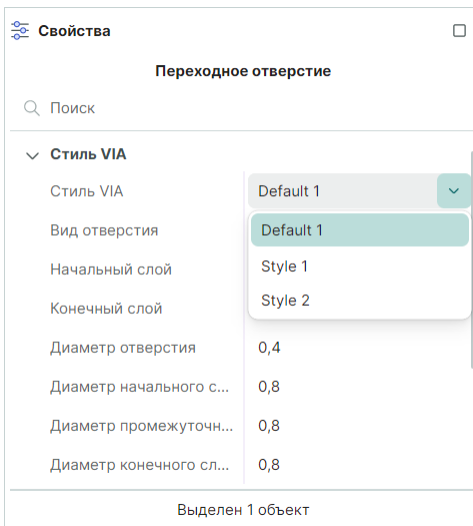

Рис. 180 Выбор стиля переходного отверстия
2. Выберите стиль ПО в панели «Свойства» → «Общие» → «Стиль VIA», см. Рис. 180. Выпадающий список отображается при нажатии на символ «▼», который расположен в правой части строки. Также смена стиля для размещаемого ПО возможна с помощью горячей клавиши, по умолчанию назначена горячая клавиша «Tab».